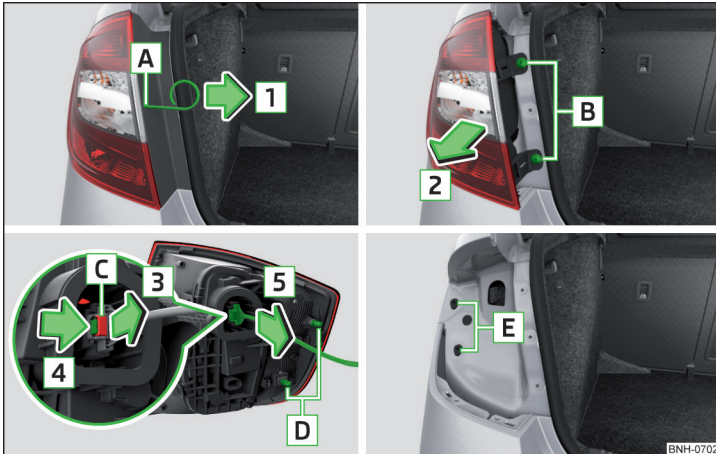

Abb. 270 Leuchte ausbauen / Stecker abziehen
- › In die Öffnung **A** » Abb. 270 den Bügel zum Abziehen der Radvollblenden einführen.
- › Die Leuchte mit den Zapfen **D** in die Aufnahmen **E** in der Karosserie einsetzen » Abb. 270.